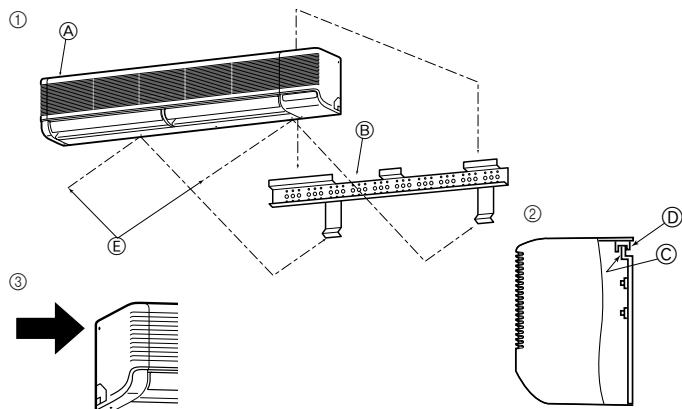

Fig. 3-11
3.4. Montering af den indendørs enhed (Fig. 3-11)
- ① Hæng metalgrebene på den indendørs enhed over vægmonteringsbeslagets kroge.
- ② Når rørføringen er færdiggjort, brug da fastgørelsesskruerne til at fastgøre den indendørs enhed på vægmonteringsbeslaget.